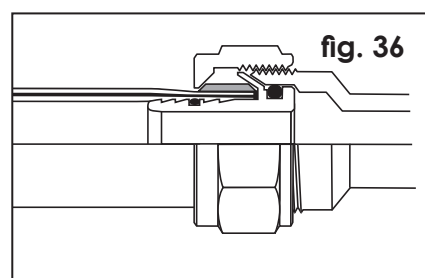

fig. 36
- e) Serrer l'écrou avec un couple de 40 Nm (fig. 36). On doit faire attention que le tube ne sera pas arraché de la douille d'appui.